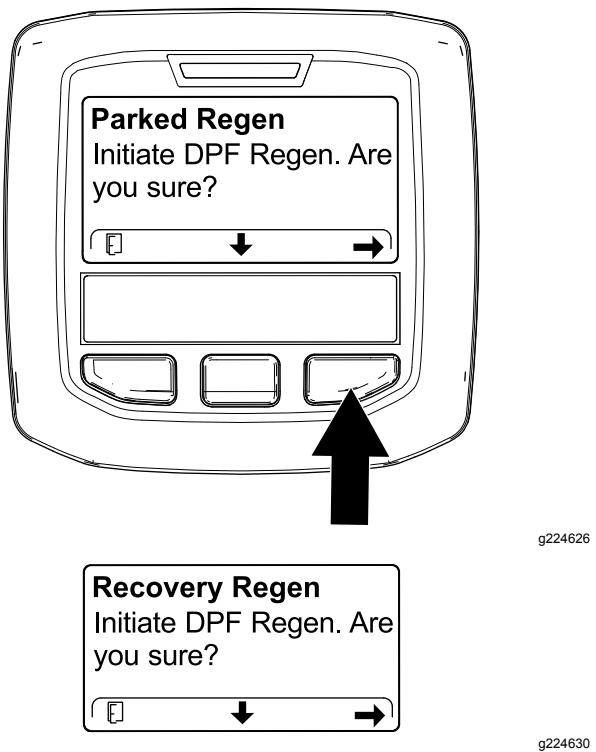

Figure 47
4. Sur l'écran INITIATE DPF REGEN (lancer régén. du FAP), appuyez sur le bouton droit pour continuer (Figure 47).